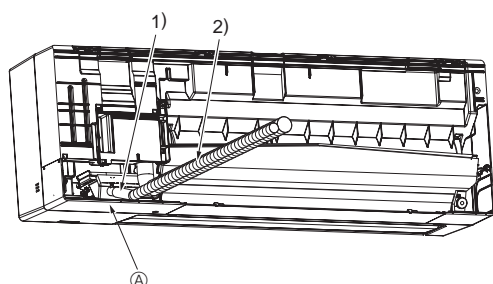

Fig. 3-8
3.3.2. Tuyauterie arrière droite et inférieure droite (pour les modèles WL04/06/08) (Fig. 3-8)